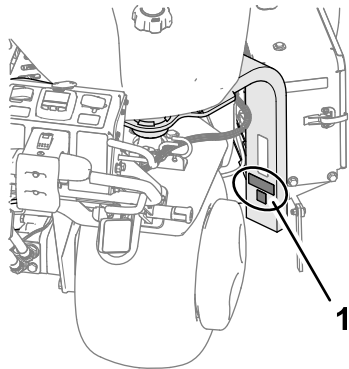

Figura 19
2. Curăai piciorul furcii cu alcool aa cum se arată în Figura 19 i lăsați suprafaa să se usuce.
3. Aplicați autocolantul CE i autocolantul cu anul de producție pe piciorul furcii (Figura 19).